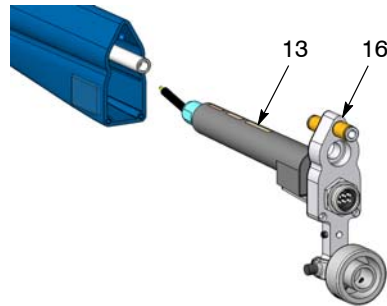

Fig. 30 Retrait du multiplicateur du boîtier
2. Voir la figure 30. Tirer le dissipateur thermique (16) auquel est fixé le multiplicateur (13) hors du boîtier.